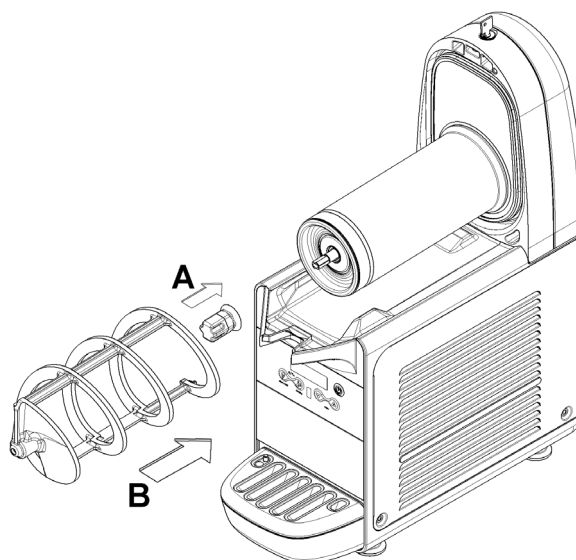

figura 11
- 5 Montar de nuevo el empalme hexagonal y luego el mezclador (ver figura 11).